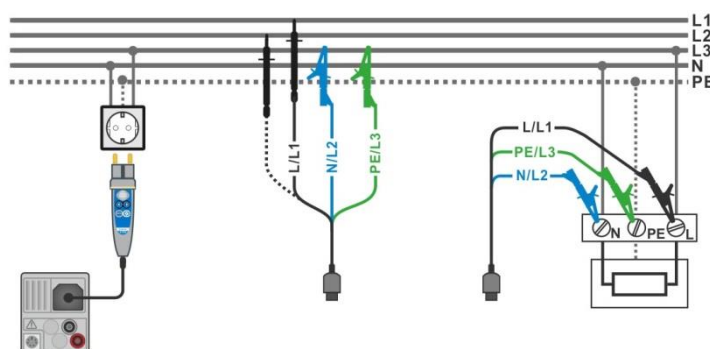

Abbildung 7.44: Phase-Neutraleiter- oder Phase-Phase Messung der Leitungsimpedanz - Anschluss des Commander-Prüfsteckers und den 3-Leiter Prüfadapter
- › Schließen Sie die Prüfleitungen oder den Commander Prüfstecker am Prüfling an, siehe **Abbildung 7.44**.